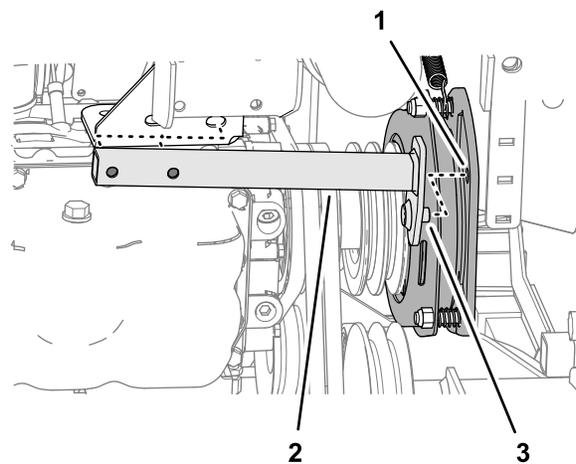

Figura 92
7. Mova o tubo antirrotação para trás e retire-o da máquina (Figura 92).
2. Alinhe o pino do tubo antirrotação com o orifício na placa da embraiagem da PTO; consulte Figura 92 em Remoção das correias da PTO (página 69).